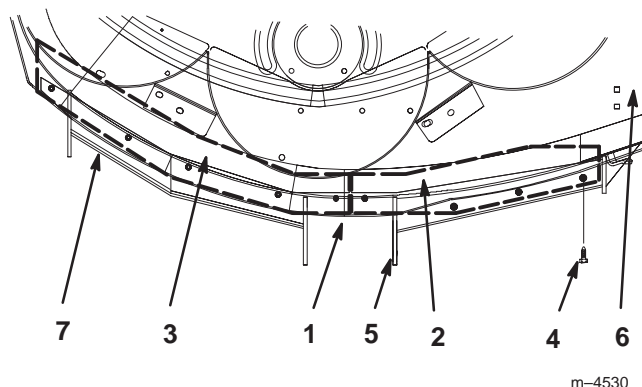

Figura 15
8. Coloque los deflectores según muestra la figura 15.